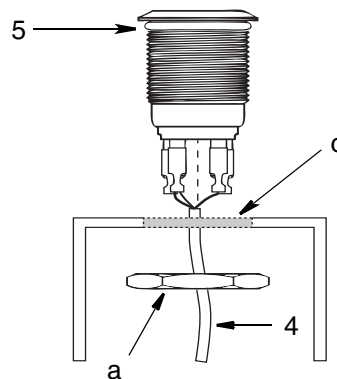

FIG. 2
5. Convogliare e serrare il fascio cavi (4) dalla posizione dell'installazione del G3. Tagliare la lunghezza eccessiva dei cavi dal fascio cavi(4).
6. Togliere il rivestimento di circa 1" di cablaggio e 1/4" del conduttore. Installare i connettori rapidi (2) ai cavi (4) utilizzando un connettore crimp.
7. Inserire l'estremità dei cavi (4) dalla parte posteriore del pannello o della piastra, attraverso il controdado (a) e attraverso il foro nel pannello o nella piastra (c) (FIG. 2). (Notare la posizione dell'anello di tenuta (5) per una corretta installazione.)